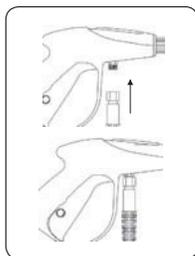

FIGURA 6
1. Somente para os modelos 1700W, 2000W e 2600W, parafuse firmemente o conector da ponta da mangueira na pistola. Use uma chave de 17mm (não fornecida) para apertar a porca (figura 6).